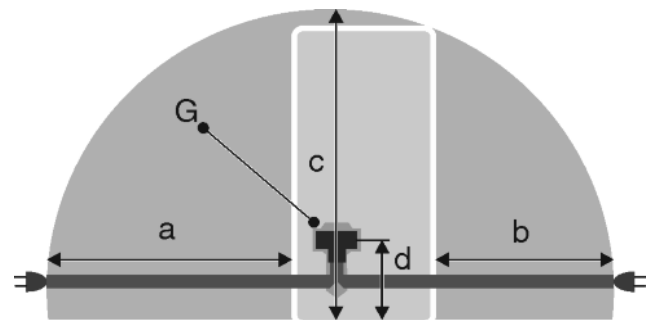

Fig. 30
- Steckdose liegt außerhalb des Geräterückseitenbereichs im gegebenen Bereich *Fig. 30 (a, b, c)*.
- ▶ Gerätestecker *Fig. 30 (G)* auf der Rückseite des Gerätes einstecken. Auf richtiges Einrasten achten.